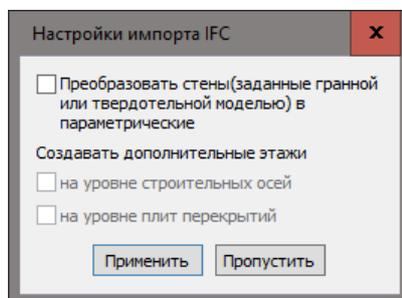

Рис.15.7. Диалоговое окно **Настройки импорта IFC**
- Запустится САПФИР с диалоговым окном **Настройки импорта IFC** (рис.15.7). Щелкните по кнопке **Пропустить**.